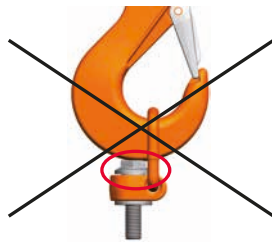

Bild 2: nicht erlaubt
- Das eingehängte Anschlagmittel (z. B. Haken) muss im Ring frei beweglich sein (siehe Bild 2)